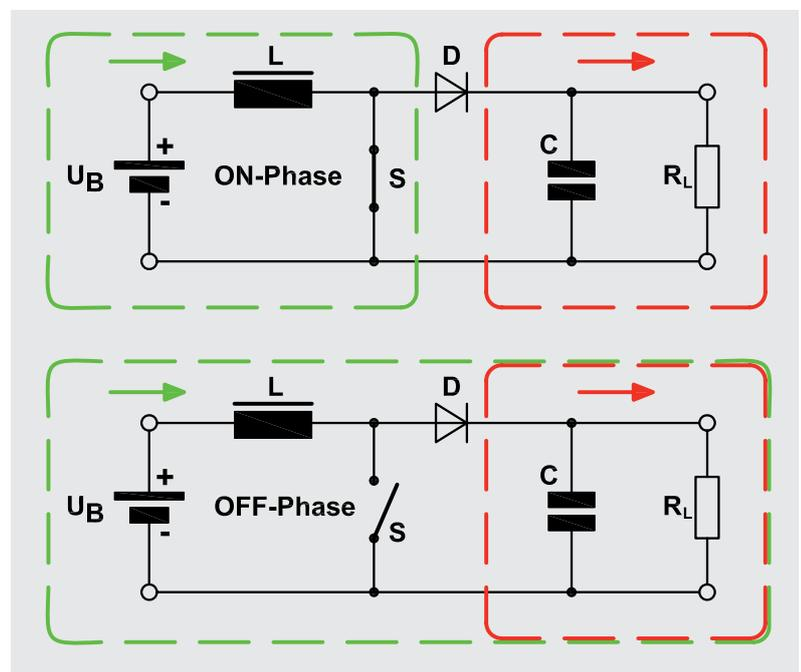

Bild 2: Prinzipielle Funktionsweise eines Step-up-Wandlers (Aufwärtswandlers)
Die prinzipielle Funktionsweise eines Aufwärtswandlers ist in Bild 2 dargestellt. Für einen Aufwärtswandler werden folgende Komponenten benötigt: eine Spule L (L2), ein Gleichrichter D (D3), ein Speicherkondensator C (C9–C11) sowie ein Schalter S (interner MOSFET von IC1). Die in Klammern angegebenen Bauteilreferenzen entsprechen den Bauteilen in unserer Schaltung.
Wie in Bild 2 zu sehen, gibt es zwei Schaltphasen. In der ersten Phase (ON-Phase) ist der Schalter S geschlossen und es fließt ein Strom durch die Spule L, wobei der Strom ansteigt. Gleichzeitig entlädt sich der zuvor aufgeladene Kondensator C über die angeschlossene Last (RL).